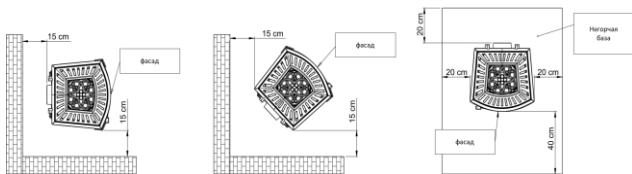

Рис. 3. Безопасное расстояние от печи до негорючих частей.
- печь поместить на несгораемой поверхности, которая выходит за пределы печи на мин. 0,4 м, считая от передней части печи, и мин. 0,2 м, считая от боковых и задней стенки печи (см. рис. 3),
- минимальное расстояние нагревателя от ГОРЮЧИХ частей должно быть не менее (см. табличку с техническими данными/техническими характеристиками «мин. расстояние от горючих частей») рекомендуемое расстояние от НЕГОРЮЧИХ частей - не менее 15 см (рис. 3)